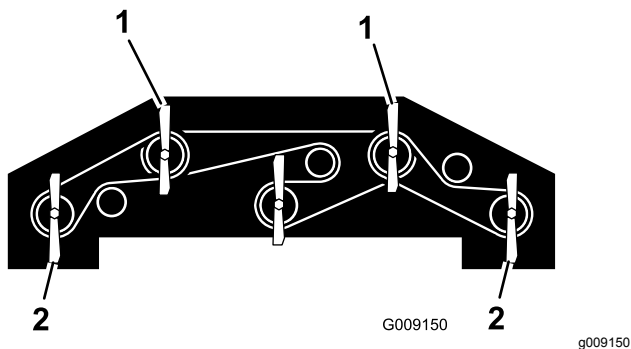

Figure 126
1. Tournez chaque lame pour qu'elle pointe vers l'avant (Figure 126).